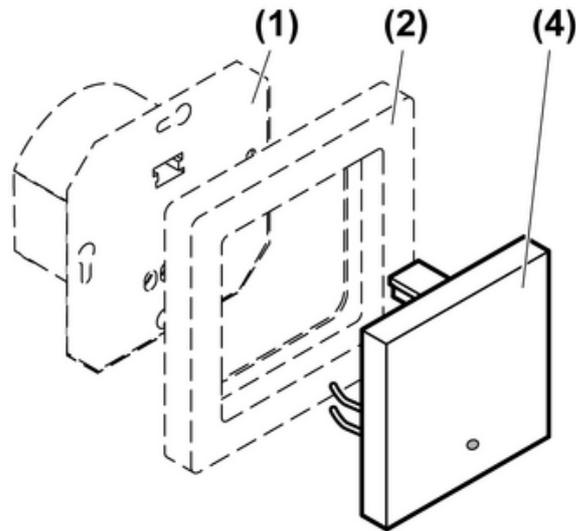

Figura 2: Struttura dell'apparecchio
- (1) Inserto SI
- (2) Cornice
- (3) Unità di comando reg. luminosità
**Unità di comando azionamento (figura 2)**